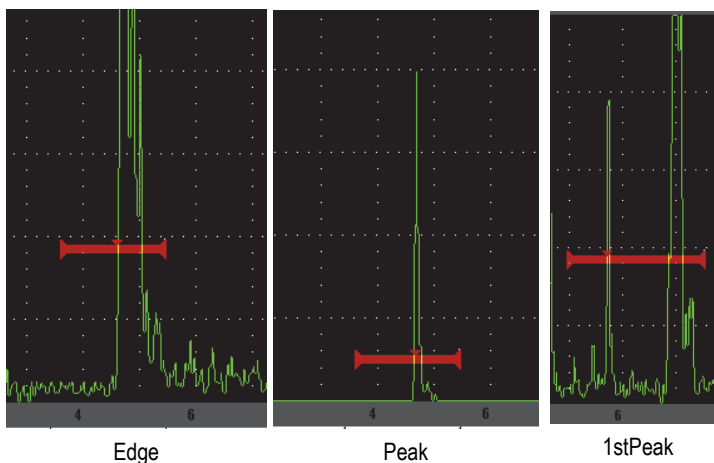

Figura 2-11 Attivazione della misura in modalità Edge, Peak e 1stPeak
- **Peak** (picco): Acquisisce le misure in base al picco più alto nell'ambito dell'area della porta (non deve incrociare la soglia della porta) [vedi Figura 2-11 alla pagina 43].
- **1stPeak** (1°picco): Acquisisce le misure in base al primo picco che incrocia la soglia della porta (vedi Figura 2-11 alla pagina 43).
- **Edge** (bordo): Acquisisce le misure in base alla posizione del primo punto che incrocia il segnale nella porta (vedi Figura 2-11 alla pagina 43).